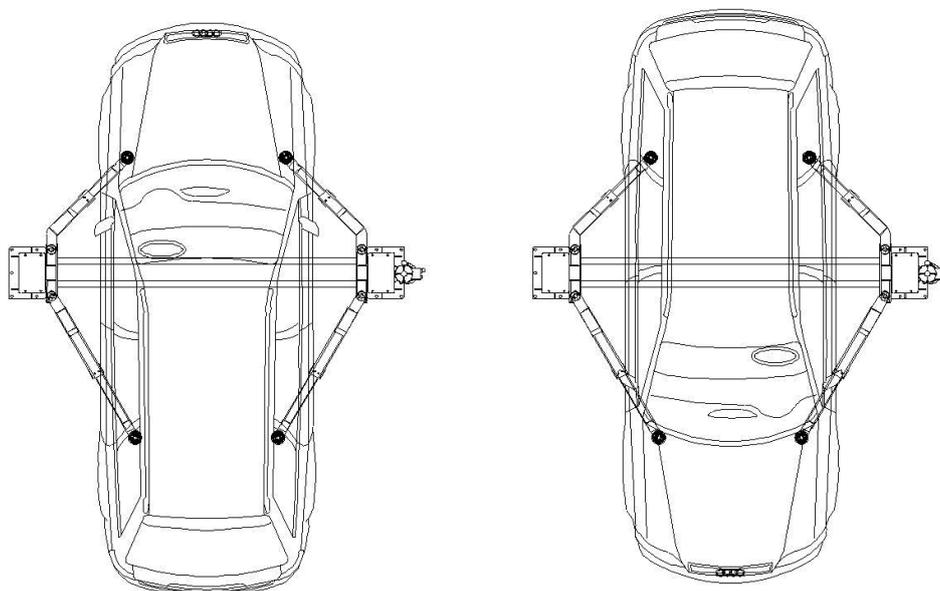

Fig. 26 Forma correta de carregar o veículo
3. Carregar corretamente o veículo (Fig. 26).